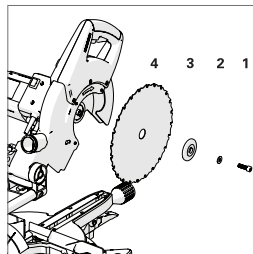

Рис. 40
- С помощью имеющегося в комплекте шестигранника ослабьте зажимной винт шпинделя и снимите со шпинделя шайбу, наружный фланец и диск **(рис. 40)**.